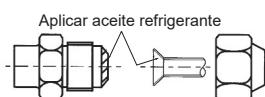

Fig. 7-2
- 3) Aplique aceite refrigerante en la superficie abocardada. (Fig. 7-2)